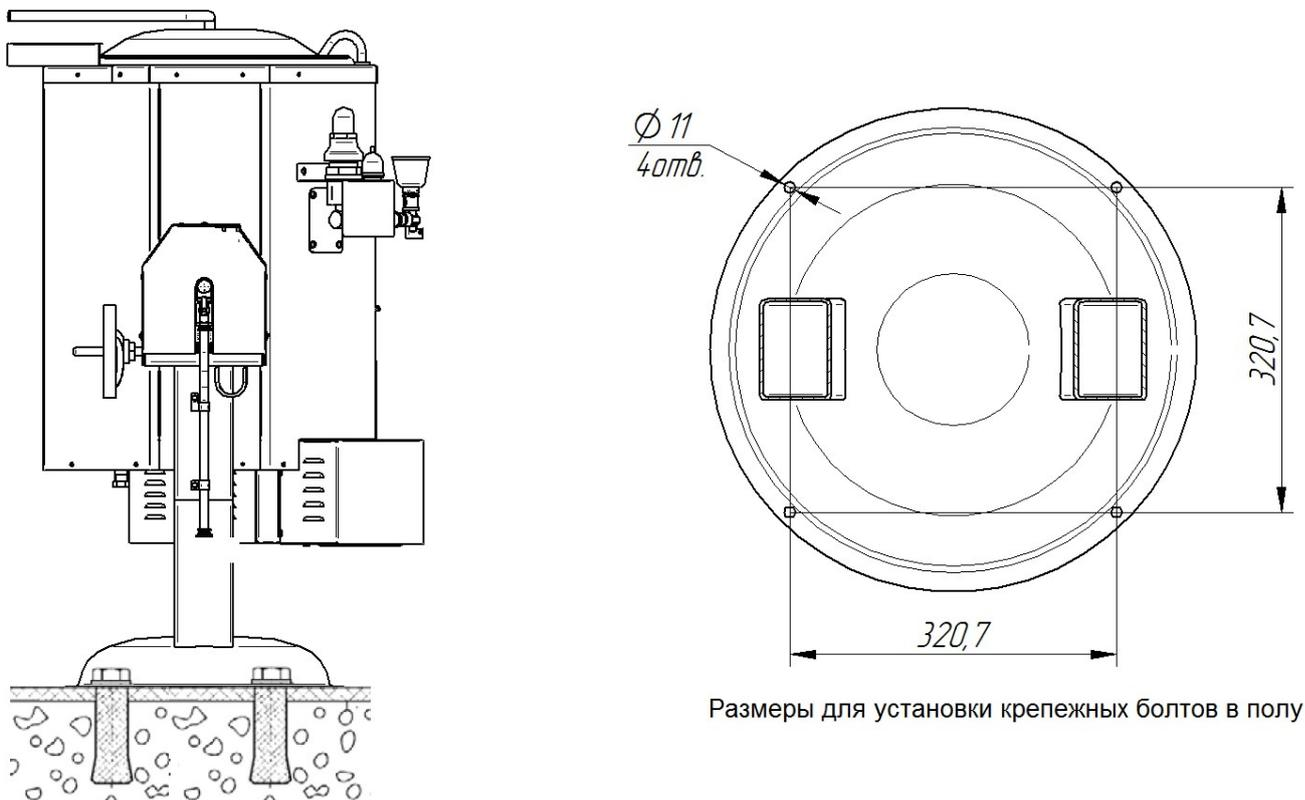

Рис. 4. Установка котла (КПЭМ-100 и КПЭМ-160) к полу
**Только для котлов КПЭМ-(60...160)-ОМР и КПЭМ-(60...160)-ОМР-К без рамы с транспортировочными колесами.** На полу, где планируется установить котел, руководствуясь рисунком 3 разметить место для установки крепежа. Просверлить отверстие под крепеж для фиксации котла (см. рис. 4). При установке котла на бетонный пол рекомендуется использовать анкерные болты М10х100. Установить крепеж в пол. Установить котел на предусмотренное место и зафиксировать основание.